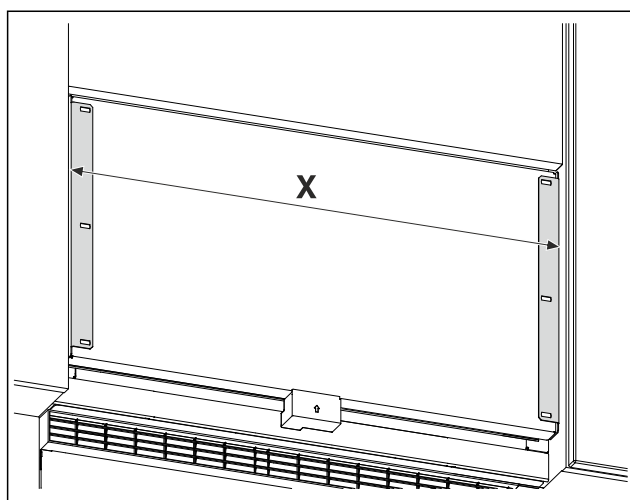

Fig. 26 Immagine a titolo di esempio
- Misurare la distanza Fig. 26 (X) tra i bordi esterni degli angolari di supporto.